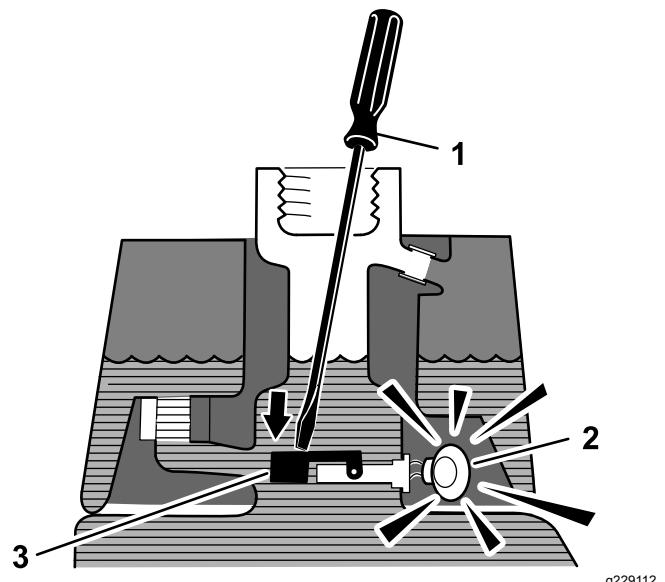

Figura 47
3. Inserite nel collo del serbatoio un'asta o un cacciavite puliti ed esercitate con cautela pressione sull'interruttore a galleggiante (Figura 47); dopo un secondo dovrebbe scattare l'allarme.